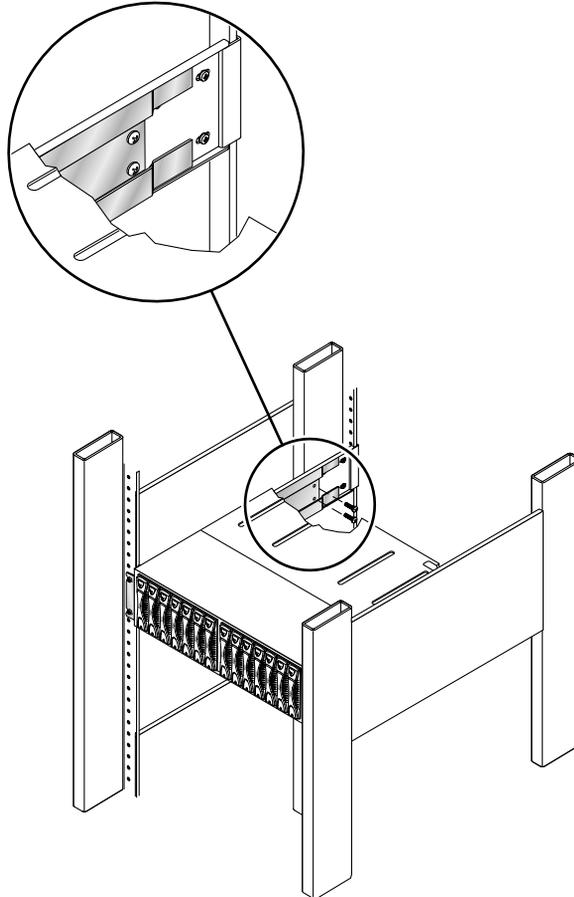

図 10 2本のネジでアレイの背面側留め具をサイドレールに固定
5. 2本のネジを使い、アレイの左側の背面留め具をサイドレールに固定します (図 10)。